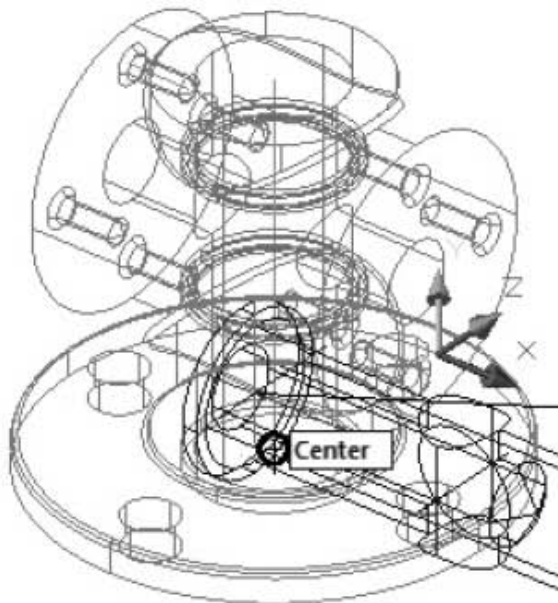

Рис. 12.48. Выбор первой точки на корпусе
8. Укажите первую точку с привязкой Центр (Center) — центр окружности основания углубления посадочного отверстия для пробки в корпусе (рис. 12.48):